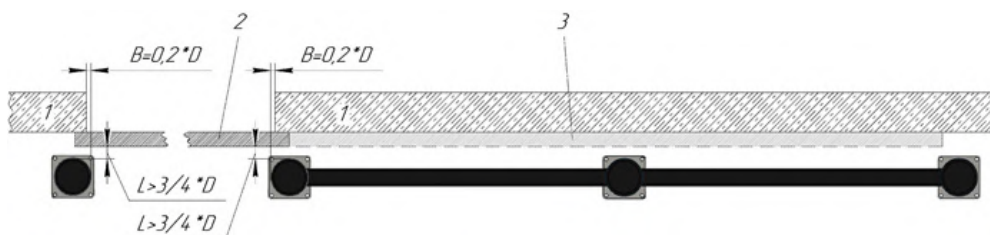

Рисунок 8. Расстояния, которые рекомендуется соблюдать при монтаже барьера.
В процессе установки барьеров BV140/1000, BRD140 и BRD140(01) необходимо соблюдать рекомендуемое расстояние от защищаемых объектов (рис. 8).